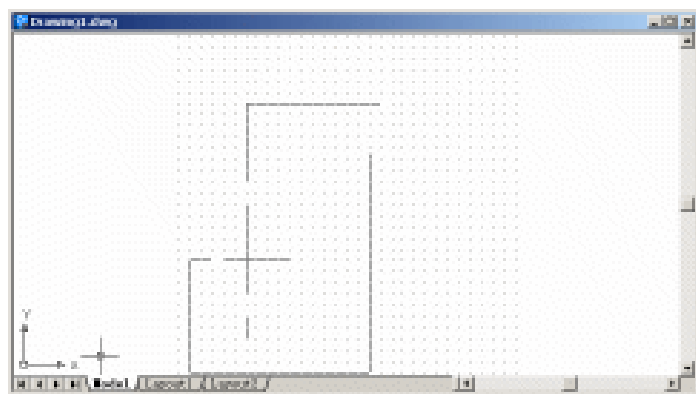

图 7.3 绘制大致的线路
(2) 用 LINE 命令绘制大致的线路, 如图 7.3 所示。